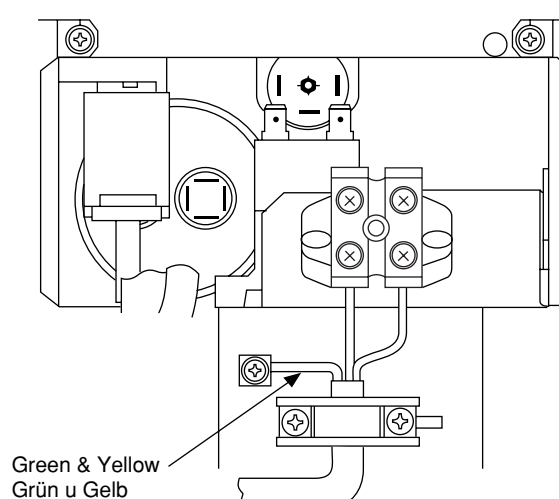

Fig. 3-21 Abb. 3-21
- Connect the connecting cords to the terminal board. (Fig. 3-21)
- Fix the connecting cords with the band certainly. (Fig. 3-21)
- Die Verbindungskabel an die Klemmleiste anschließen. (Abb. 3-21)
- Die Verbindungskabel mit Isolierband befestigen. (Abb. 3-21)